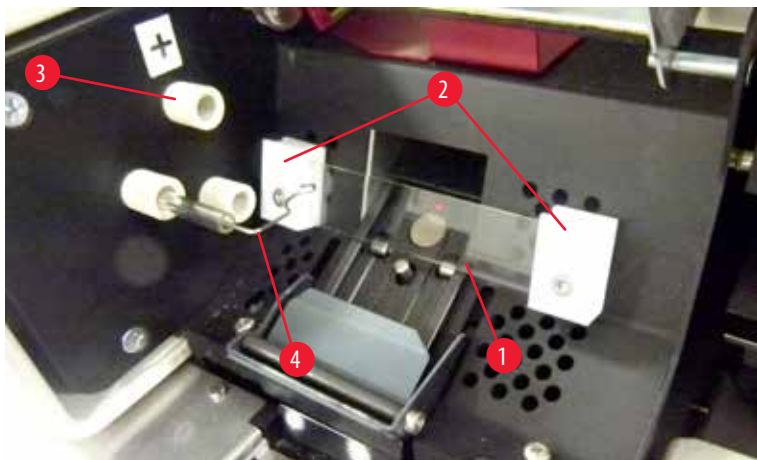

Рис. 17
5. Обязательно снимите контактную пружину (→ "Рис. 16-2")/(→ "Рис. 17-4") с запальной нити (→ "Рис. 18-1") лампы-вспышки (См. также (→ "Рис. 17").